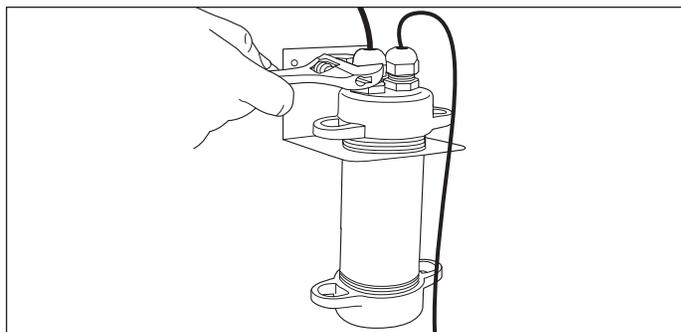

Figura 20-9
5. Instale la Manguera Schrader de Monitoreo Secundario en el conector de mamparo de la tapa de la cámara. Ajuste ambos conectores de la tapa. (Figura 20-9)